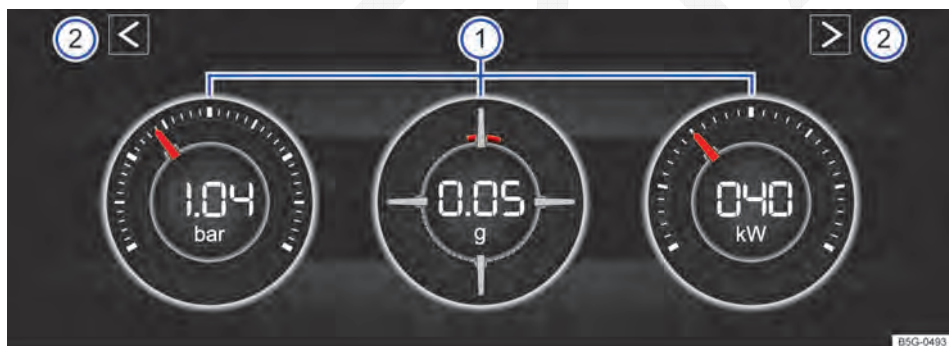
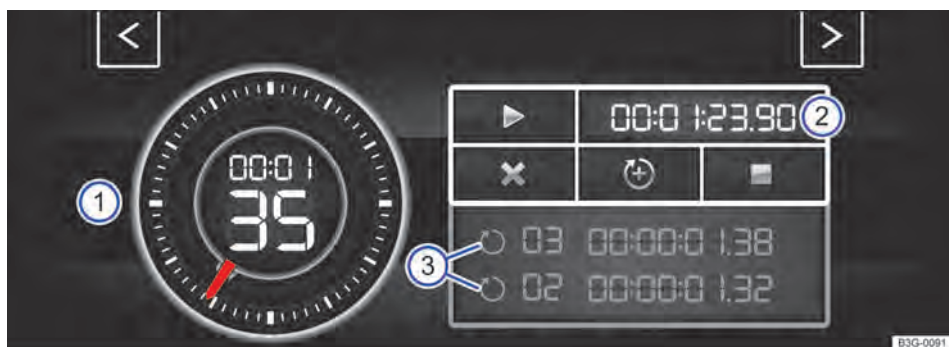
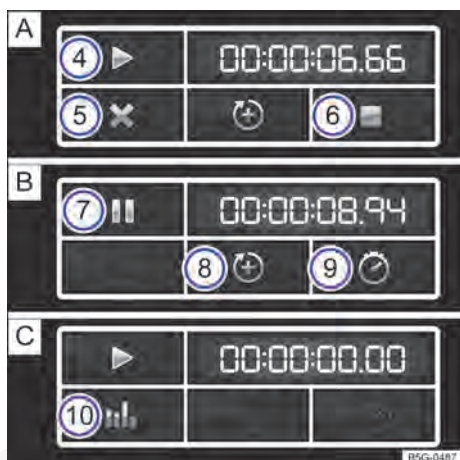

Fig. 29 No sistema Infotainment: módulo de potência.
Fig. 30 No sistema Infotainment: Laptimer com cronômetro, superfície de função e tempos de voltas.
Fig. 31 Superfície de função no sistema Infotainment: medição do tempo na volta [A] parada, [B] em execução e [C] concluída.
Legenda para **Fig. 29**
Se você deseja alternar entre o módulo de potência e o Laptimer → Página 47, toque em uma das teclas de seta à esquerda e à direita acima dos instrumentos em → Fig. 29 ②.
O display pode exibir, no máximo, 3 instrumentos simultaneamente. Cada um dos instrumentos pode ser selecionado para cada uma das áreas de exibição → Fig. 29 ① (esquerda, central, direita).
- **Indicação da pressão de carga:** a indicação da pressão de carga → Fig. 29 ① (à esquerda) exibe a pressão no circuito do ar de sobrealimentação entre o turcocarregador e o motor (na unidade "bar"). Quanto mais o ponteiro ficar à direita na escala, maior será a potência que o motor desprenderá.
- **Medidor de aceleração (G-Meter):** o medidor da aceleração (G-Meter) → Fig. 29 ① (central) indica na área central o valor da aceleração (na unidade "g"). A marcação vermelha na área disposta em tela indica a intensidade da aceleração e a direção da força que atua (conforme os princípios físicos contrários). Se você, por exemplo, conduzir para a esquerda, a marcação vermelha se moverá para a área direita do instrumento (e o contrário). A marcação vermelha move-se para baixo, quando se acelera, e para cima, quando se freia. A intensidade da aceleração é indicada pela posição da marcação vermelha de dentro para fora. Se a aceleração aumenta, a marcação vermelha é excluída da área central.
- **Indicação de potência:** a indicação de potência → Fig. 29 ① (à direita) exibe a potência do motor atualmente utilizada como valor digital e na escala adjacente (em kW).
- No módulo de potência, tocar uma das teclas de setas → Fig. 29 ②, para alternar para o Laptimer.
Legenda para → Fig. 30 e → Fig. 31
- ① Cronômetro
- ② Superfície de função com o tempo de voltas atual
- ③ Tempos de voltas salvos
- ④ Iniciar e continuar com a medição do tempo
Com as teclas de seta → Fig. 29 ② ou → Fig. 30 você pode alterar a qualquer momento entre Laptimer e módulo de potência.
Iniciar e continuar com a medição do tempo	Toque a superfície de função para iniciar ou continuar ► → Fig. 31 A ④. Com a ignição desligada, não é possível nenhuma medição de tempo. É exibida uma mensagem no display. Pressionar Iniciar, para iniciar a medição do tempo. A medição do tempo inicia-se automaticamente, assim que o veículo se movimenta para frente. Uma primeira nova volta só pode ser iniciada, se os dados forem restaurados na estatística.
Finalizar a medição do tempo	Toque a superfície de função para finalizar ■ → Fig. 31 A ⑥ .
Manter a medição do tempo	Toque a superfície de função para pausar II ► → Fig. 31 B ⑦ .
Iniciar a nova volta	Toque a superfície de função para adicionar uma nova volta → Fig. 31 B ⑧. O último tempo da volta é salvo e uma nova volta é iniciada. O tempo total das voltas é indicado na estatística.
Cancelar a volta atual	Toque a superfície de função para cancelar → Fig. 31 A ⑤. Com uma medição de tempo em execução, toque a superfície de função para pausar II ► ⑦. A medição do tempo é cancelada e o tempo da curva é apagado. É exibido --: --:-- na estatística.
Indicar tempo intermediário	Toque a superfície de função para o tempo intermediário ⏸ → Fig. 31 B ⑨ . O cronômetro → Fig. 30 ① para por alguns segundos e o tempo intermediário é indicado.
Indicar estatística	Após a finalização ou o cancelamento da medição do tempo, toque a superfície de função para a estatística → Fig. 31 C ⑩ A estatística indica o número de voltas, o tempo total, a volta mais rápida e a mais lenta, o valor médio de todos os tempos das voltas e todos os valores das voltas. Ao tocar a superfície de função ⏮, você alterna para o menu anterior.
Restaurar os dados da estatística	Toque a superfície de função para a estatística → Fig. 31 C ⑩ . Excluir os dados, tocando a superfície de função Restaurar .